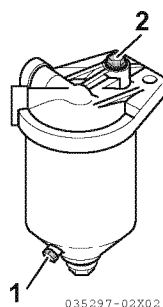

Figura 3
2. Desaperte a válvula de drenagem (**Figura 3, (1)**) do separador de água e drene qualquer água e sujidade recolhida no interior. Descarte a água recolhida e a sujidade devidamente.
3. Após a drenagem, aperte o parafuso de purga de ar (**Figura 3, (2)**).